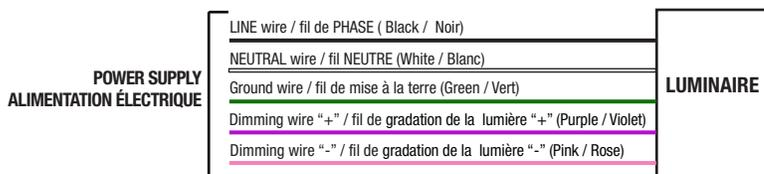

Fig. 3
12. Make the electrical connections between the power wires and luminaire wires by using the wire nuts (Fig. 3).
12. Effectuer les connexions électriques entre les fils d'alimentation et les fils du luminaire à l'aide des capuchons de connexion (Fig. 3).
12. Make the electrical connections between the power conduit wires and luminaire wires by using the wire nuts (Fig. 3).